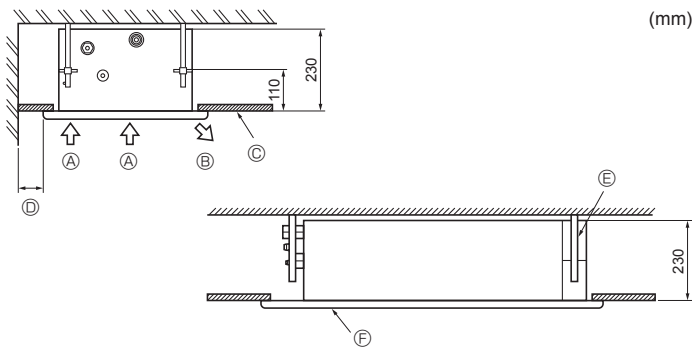
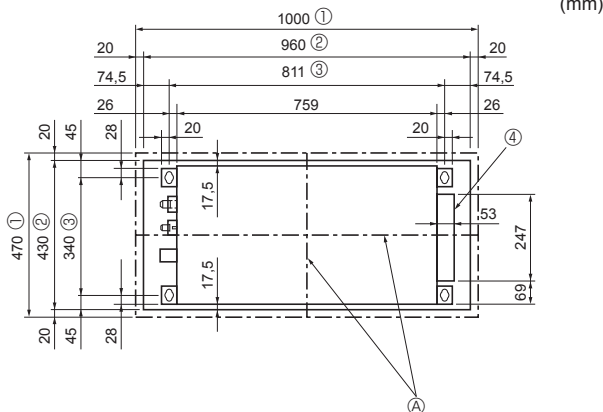
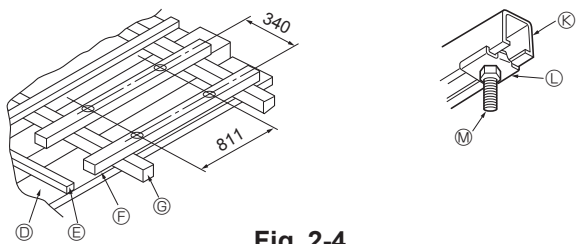

Fig. 2-2
Fig. 2-3
Fig. 2-4
2.2. Espacio de servicio (Fig. 2-2)
- (A) Admisión de aire
- (B) Salida de aire
- (C) Panel del techo
- (D) Mín. 200 mm
- (E) Pernos de suspensión W3/8 o M10
- (F) Rejilla
2.3. Apertura del techo y ubicación de los tornillos de suspensión (Fig. 2-3)
- (A) Las partes centrales de la apertura del techo y la unidad interna deben estar alineadas.
- (1) Lado exterior de la rejilla
- (2) Abertura del techo
- (3) Paso del perno
- (4) Caja de componentes eléctricos
① Estructuras de madera (Fig. 2-4)